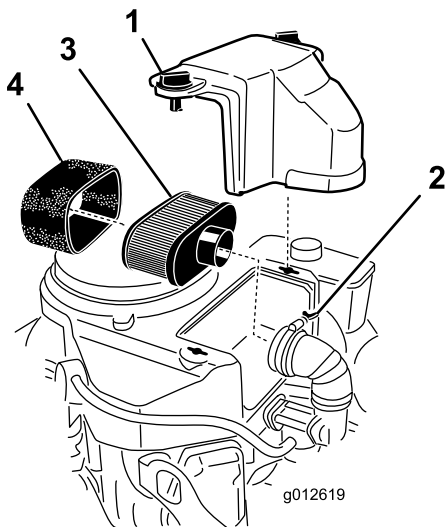

Рисунок 14
3. Очистите зону вокруг воздухоочистителя, чтобы в двигатель не попали загрязнения, которые могут его повредить (Рисунок 14).
4. Отверните ручки крышки и снимите крышку воздухоочистителя (Рисунок 14).
- Отверните шланговый хомут и снимите узел воздухоочистителя (**Рисунок 14**).
- Осторожно снимите элемент из пеноматериала с бумажного элемента (**Рисунок 14**).
Внимание: Не следует чистить бумажный фильтр; замените его (**Рисунок 14**).
- Осторожно наденьте элемент из пеноматериала на бумажный элемент воздухоочистителя (**Рисунок 14**).
- Установите воздухоочиститель в сборе на его основание и закрепите с помощью 2 барашковых гаек (**Рисунок 14**).
- Установите на место крышку воздухоочистителя и затяните ручку крышки (**Рисунок 14**).